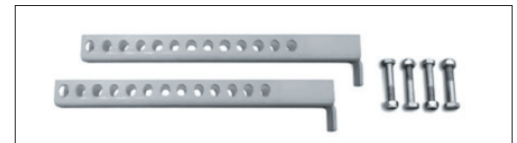

Рисунок 3.2 – Комплект удлинителей рычагов УР
3.7 В случае, если на горловине колодца установлено более двух бетонных колец, прикрепить к каждому рычагу УЗНKL удлинитель с помощью двух болтов и гаек из состава комплекта удлинителей рычагов УР (рисунок 3.2). Визуально (изнутри колодца) убедиться в том, что при установленных на УЗНKL удлинителях обеспечивается необходимое расстояние от нижней части удлинителей до края горловины колодца.